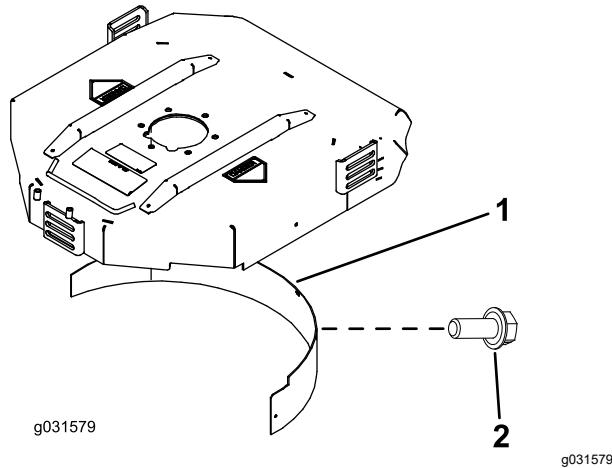

Figura 9
2. Instale el deflector de mulching en la abertura trasera y sujetelo con 5 pernos con arandela prensada (Figura 9).